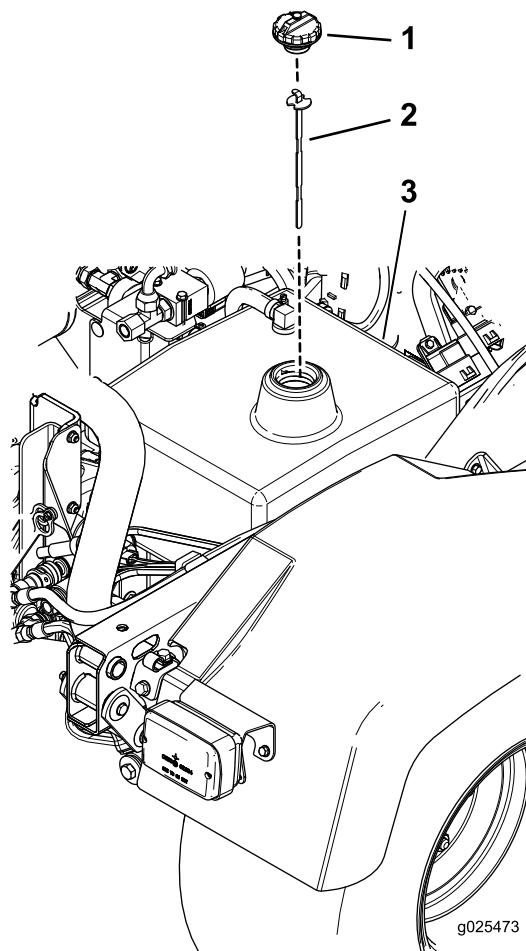

Figura 22
1. Limpe a zona em redor do tubo de enchimento e da tampa do depósito hidráulico (Figura 22). Retire a tampa do tubo de enchimento.
2. Retire a vareta (Figura 22) do tubo de enchimento e limpe-a com um pano limpo. Introduza a vareta no tubo de enchimento, retire-a e verifique o nível do fluido. O nível de óleo deverá ficar entre as duas marcas da vareta.